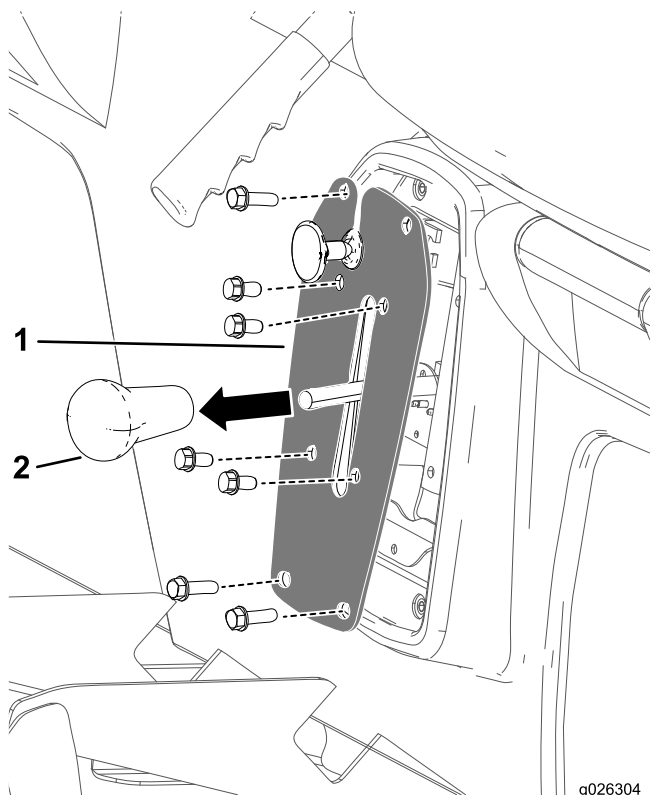

図 45
1. ギアシフトレバーからノブを外す 図 45。
- シフタープレートをシフターブラケットに固定しているボルト4本を外す 図 45。
- シフタープレートをシートベースに固定しているボルト4本を外してシフタープレートを外す 図 45。
4. ギアシフトレバーにシフトノブを手締めで取り付ける 図 45。